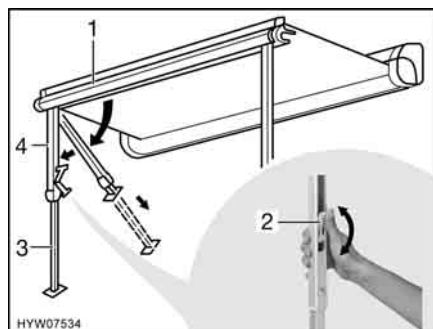

Fig. 39 Installazione dei montanti di supporto
- Rimuovere i montanti di supporto (Fig. 39,4) dal listello anteriore (Fig. 39,1) esercitando una leggera pressione verso l'esterno, quindi ribaltarli e collocarli.
- Aprire il bloccaggio sui montanti di supporto. A tal fine ripiegare la leva di serraggio (Fig. 39,2) verso l'alto.
- Estrarre la parte inferiore dei montanti di supporto (Fig. 39,3) fino alla lunghezza desiderata.
- Chiudere il bloccaggio presente sui montanti di supporto. A tale scopo, spingere la leva di serraggio (Fig. 39,2) verso l'alto.